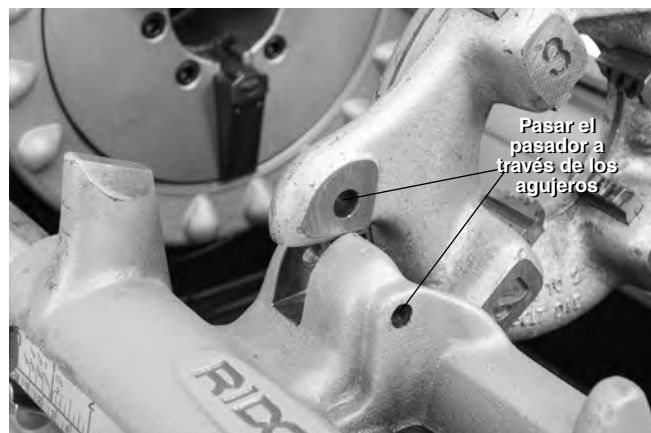

Figura 26 – Fijación del cabezal de terrajas a la izquierda
- 3. Coloque un pasador de 5/16" de 2" de longitud a través de los agujeros en el carro y el cabezal de roscado a la izquierda, para mantener la posición (vea la Figura 26).